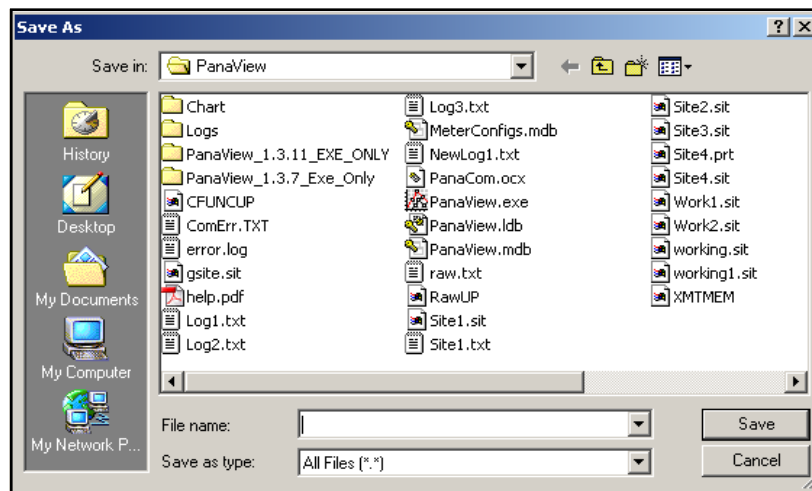

Figure 13: enregistrement des données de signaux dans un fichier
- Si vous cliquez deux fois sur *To File* (Fichier), une autre fenêtre, similaire à celle illustrée *Figure 13*, s'affiche. Entrez un nom de fichier et cliquez sur [Save] (Enregistrer). PanaView enregistre les données de signaux dans un fichier Windows et ferme la fenêtre *Calibration/Test* (Étalonnage/Test).
- Si vous cliquez deux fois sur *To File* (Fichier), la fenêtre *Save As* (Enregistrer sous), illustrée *Figure 13* à la page 48, s'affiche. Entrez un nom de fichier et cliquez sur [Save] (Enregistrer). PanaView enregistre les données de signaux dans un fichier Windows et ferme la fenêtre *Calibration/Test* (Étalonnage/Test).